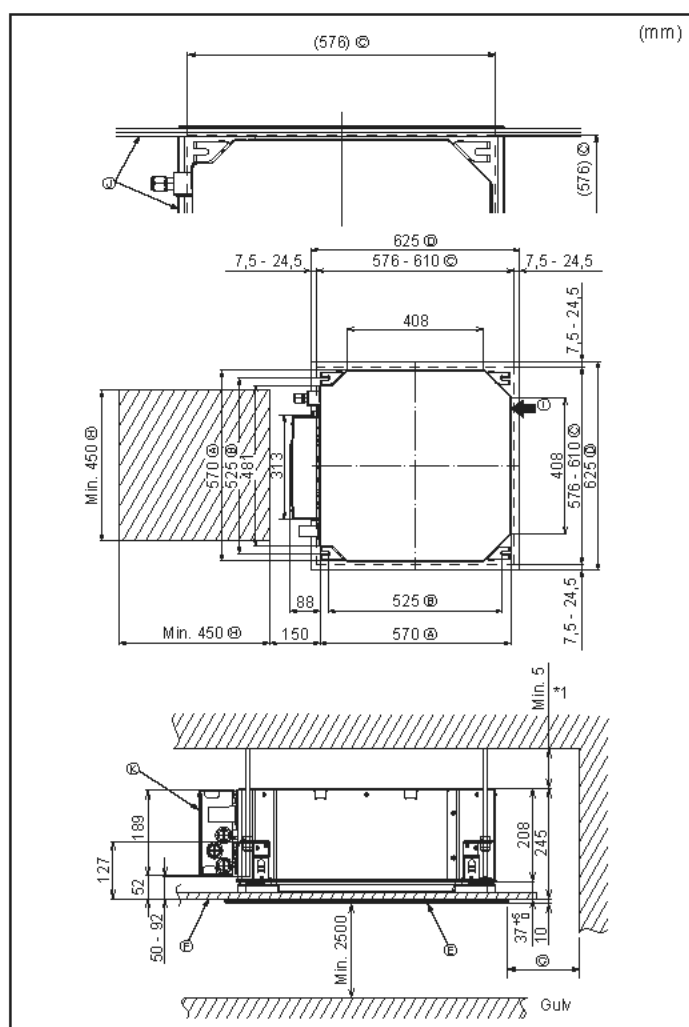

Fig. 4-2
②	Spændskiver (med isolering)	4
③	Spændskiver (uden isolering)	4
④	Rørfærdig (til kølerørssamling)	1
⑤	Lille diameter (væske)	1
⑥	Stor diameter (gas)	1
⑦	Bånd (stort)	6
⑧	Bånd (medium)	2
⑨	Bånd (lille)	2
⑩	Afløbsmuffe	1
⑪	Isolering	1
4.2. Åbninger mod loft og placering for installation af suspensionsbolt (Fig. 4-2)